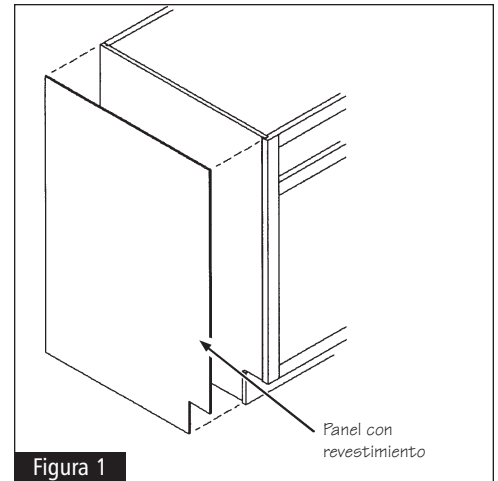

Figura 1
- 1 Si su aplicación usa un panel con revestimiento, comience pegando el panel en el costado del gabinete. Se puede hacer con adhesivo de contacto o clavos de acabado de 1/2". Vea la figura 1. (Si fuera necesario, corte el panel antes de pegarlo completamente.)